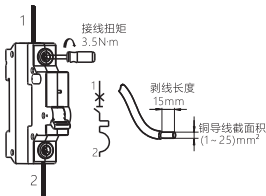

图5 NBP-80RG接线方式
5.4 适用于铜导线连接，导线选择见表2，接线方式及剥线长度示意如下图5